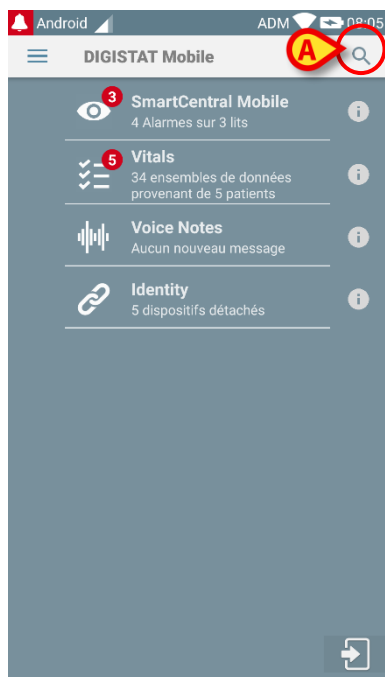
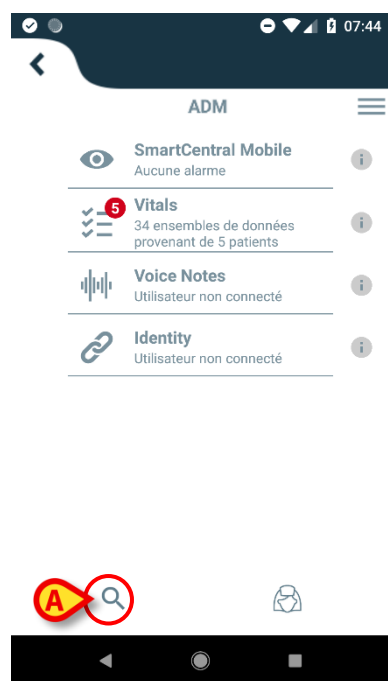
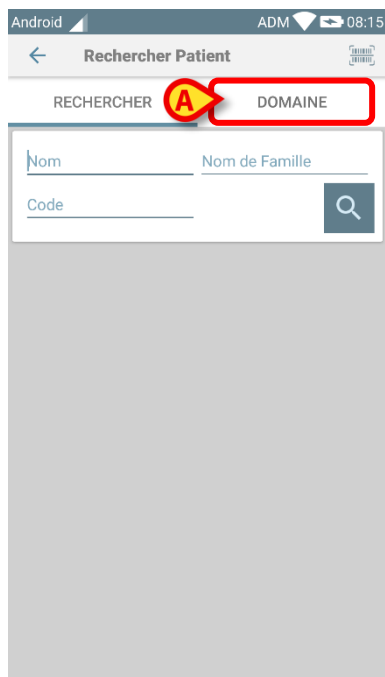

Fig 31
Fig 32
Fig 39
- Appuyez sur l'icône indiquée dans Fig 31 **A** pour les appareils sans intégration Myco / Unite ou Fig 32 **A** pour les appareils avec l'intégration Myco / Unite.
- Appuyez sur l'icône indiquée dans Fig 31 **A** pour les appareils sans intégration Myco / Unite ou Fig 32 **A** pour les appareils avec l'intégration Myco / Unite. L'écran suivant s'affichera (Fig 39 **A**):